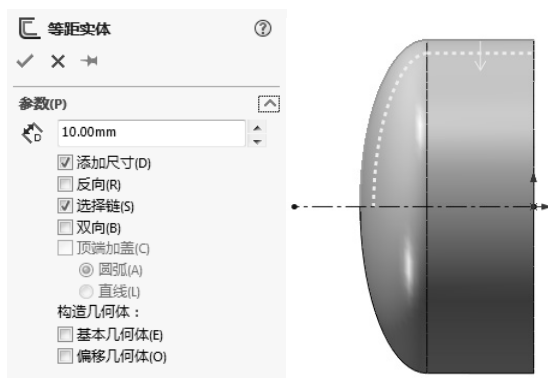
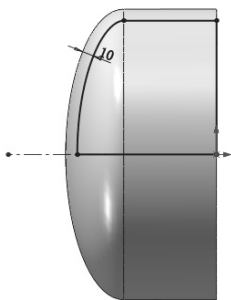

图 6-55 等距实体
图 6-56 等距结果
6) 绘制切除实体草图。在左侧的 FeatureManager 设计树中选择“右视基准面”作为绘图基准面。单击“草图”控制面板中的 (中心线) 按钮，过原点绘制一个竖直中心线。单击“草图”控制面板中的 (等距实体) 按钮，弹出“等距实体”属性管理器，选择草图边线，在 (等距距离) 文本框中输入“10 mm”，如图 6-55 所示。单击“草图”控制面板中的 (直线) 按钮，完成闭合图形绘制，完成草图如图 6-56 所示。